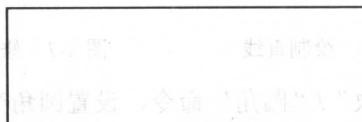

图 4-2 矩形
2. 选择“绘图”/“矩形”命令，绘制一个尺寸为 400mm×150mm 的矩形，如图 4-2 所示。